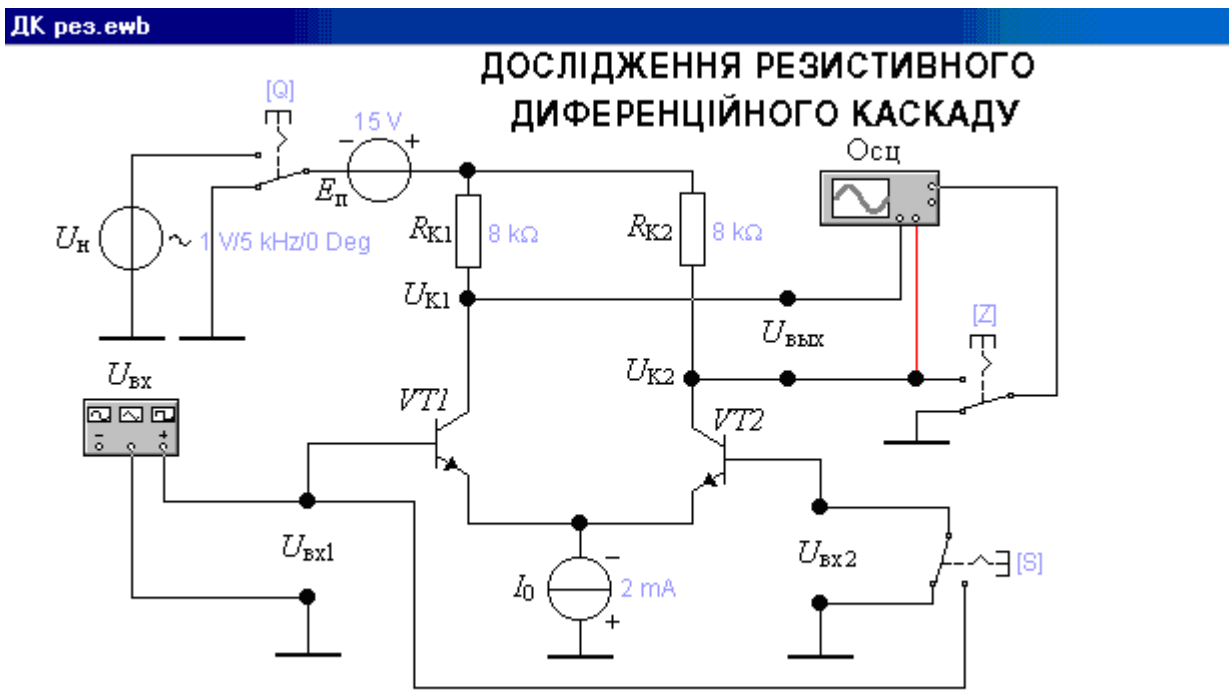

Рис. 2. Схема лабораторного стенда
4.1.1. Відкрийте файл “№ 2.1 ДК рез.” (рис. 2).